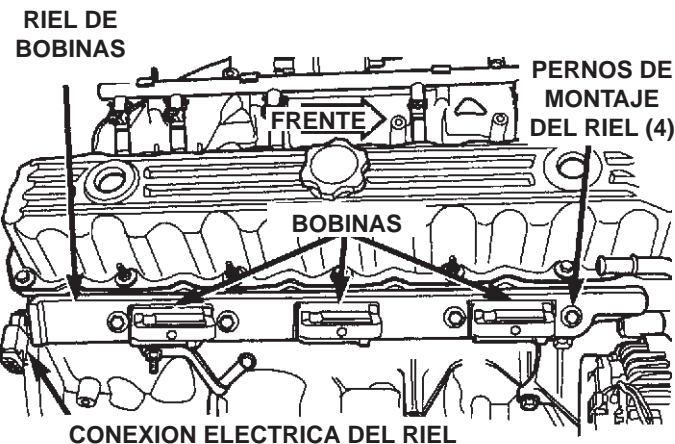
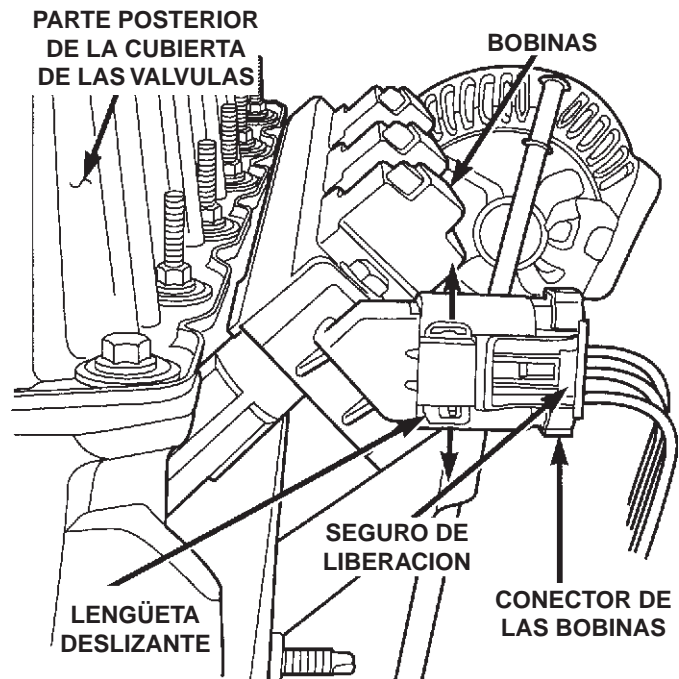

Fig. 25 Localización del riel de bobinas de ignición del motor de 6 cilindros de 4.0 L
Fig. 26 Conector eléctrico de las bobinas de ignición del motor de 6 cilindros de 4.0 L
(1) La bobina está atornillada directamente a la cabeza de cilindros. Quite los 4 pernos de montaje de la bobina (Fig. 25).
(2) Palanquee cuidadosamente el conjunto de bobinas hacia arriba para separarlo de las bujías. Haga esto palanqueando alternativamente en cada extremo del conjunto de bobinas hasta que las botas de hule se hayan separado de todas las bujías. Si las botas no se separan de las bujías, utilice la herramienta comercial de desmontaje para bujías. Tuerza y afloje primero unas botas de unas bujías para ayudar a quitar el riel.
(3) Después de que el conjunto de bobinas se ha separado de las bujías, mueva el conjunto para tener acceso al conector eléctrico primario. Desconecte el conector del riel de bobinas empujando la lengüeta deslizante hacia arriba (Fig. 26). Después de que la lengüeta deslizante ha sido empujada hacia arriba, empuje hacia adentro el seguro secundario (Fig. 26) que está en un lado del conector y saque el conector del riel.
(4) Quite el riel de bobinas del vehículo.
(1) Ponga las botas de hule de la bobina sobre las bujías. Empuje hacia abajo el riel de bobinas hasta que las bases de los pernos hagan contacto con la cabeza de cilindros.
(2) Instale los 4 pernos de montaje. Apriete muy poco los 4 pernos, justo para sostener las bases de los pernos en contacto con la cabeza de cilindros. Apriete cada perno en etapas hasta llegar a un apriete de 29 N•m (250 lb-pulg). No aplique el apriete máximo a ningún perno desde el principio.
(3) Conecte el conector del arnés del motor al riel de bobinas enganchándolo en su posición. Mueva la lengüeta deslizante hacia abajo (Fig. 26) para lograr un cierre firme.